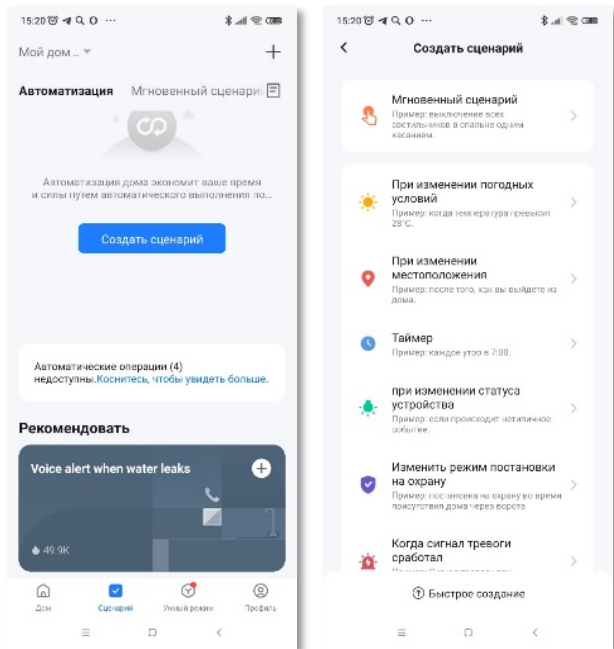

Рисунок 10. Создание сценария автоматизации
- 1) На вкладке «Сценарии» приложения Smart Life нажмите кнопку «Создать сценарий» (рис. 10).
- 2) В появившемся окне создания сценария выберите пункт «при изменении статуса устройства» (рис. 10).